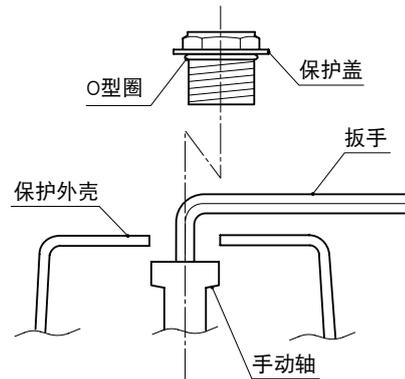

图6 具备手动操作功能时
- 3) 将附带于保护外壳侧面的专用扳手插入到手动轴。（参照图6）